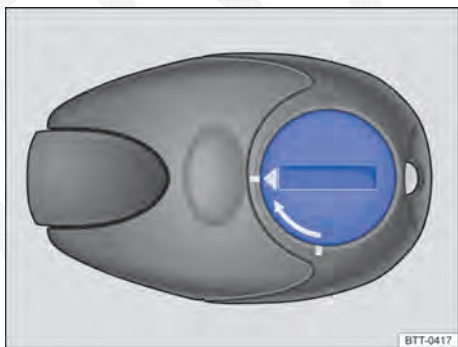

Fig. 251 Aquecimento estacionário: cobertura da bateria do controle remoto.
- Girar a fenda com uma ferramenta obtusa, plana, por exemplo, uma moeda, no sentido contrário ao da seta, até a marcação → Fig. 251.